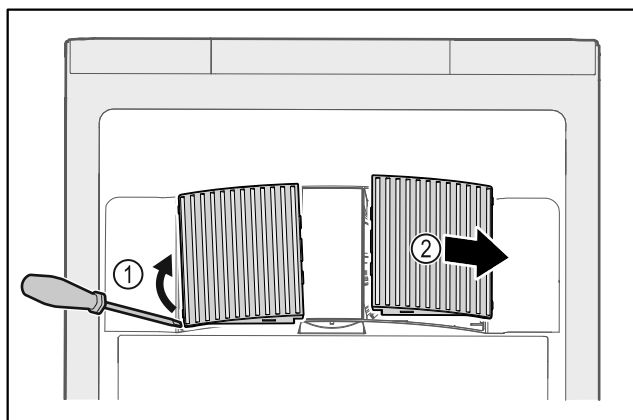

Fig. 104
- ▶ Opatrne vytiahnite kryty ventilátorov z bočnej strany Fig. 104 (1) a vyberte ich smerom dopredu Fig. 104 (2).